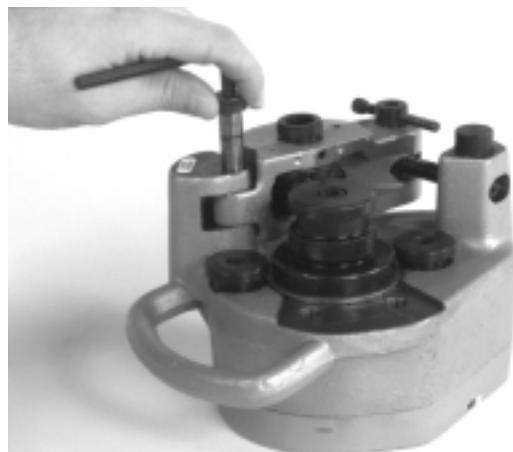

Figure 14 – Retrait de la vis de fixation
2. A l'aide d'une clé Allen de $\frac{1}{4}$ po, retirez la vis de fixation de la barre d'appui (*Figure 14*).